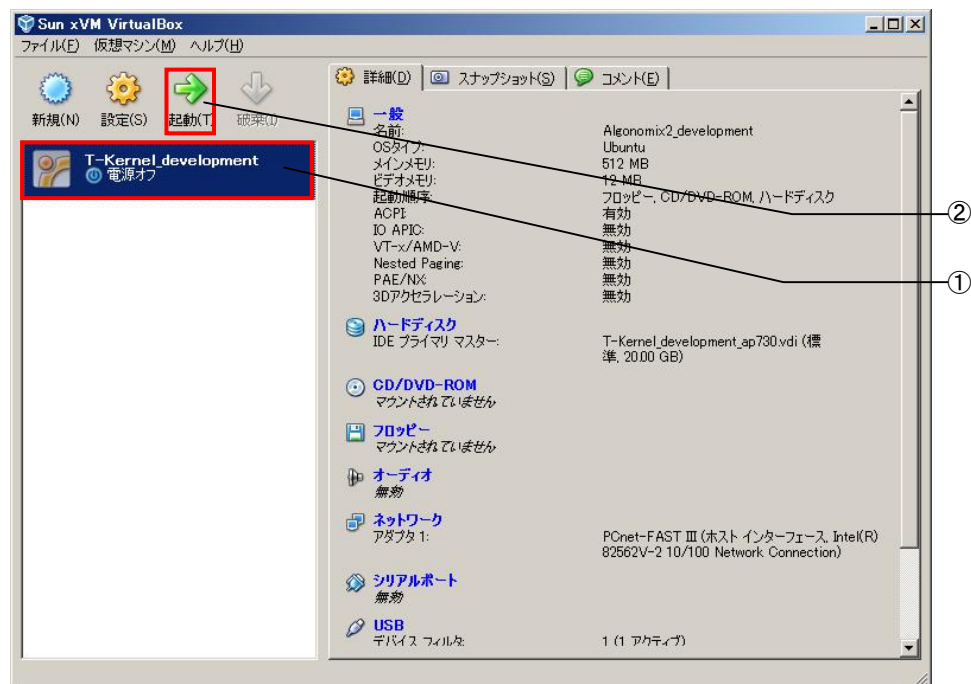

図 2-2-5-1. 仮想マシンの起動
- ③ Ubuntu が起動し、図 2-2-5-2 のような仮想マシンのユーザ名、パスワード入力画面が表示されます。